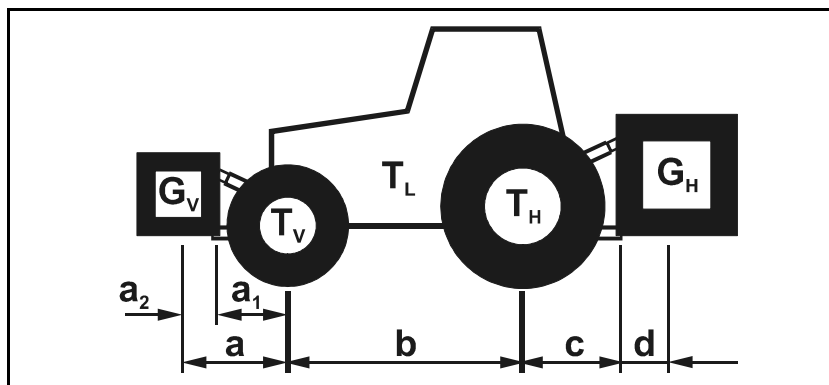

Fig. 25
- Traktorens liftarme monteres med splitbolten (Fig. 25/1) og sikres med ringsplitter (Fig. 25/2).
- Topstangen monteres med splitbolten (Fig. 25/3) til det øverste tilkoblingspunkt på maskinen og sikres med en ringsplit (Fig. 25/2).